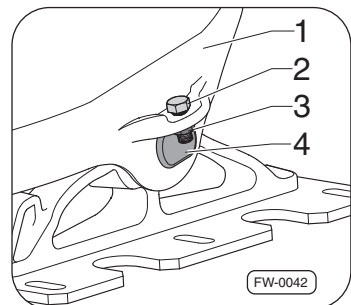

Abb. 27 · Montage der Kupplungsplatte
3. Die neuen Schrauben (2x) ⇒Abb. 27, –Pos. 2– und Muttern (2x) –Pos. 3– handfest anziehen.
4. Die Muttern (2x) ⇒Abb. 27, –Pos. 3– mit dem vorgegebenen Anzugsdrehmoment festziehen ⇒Seite 31.